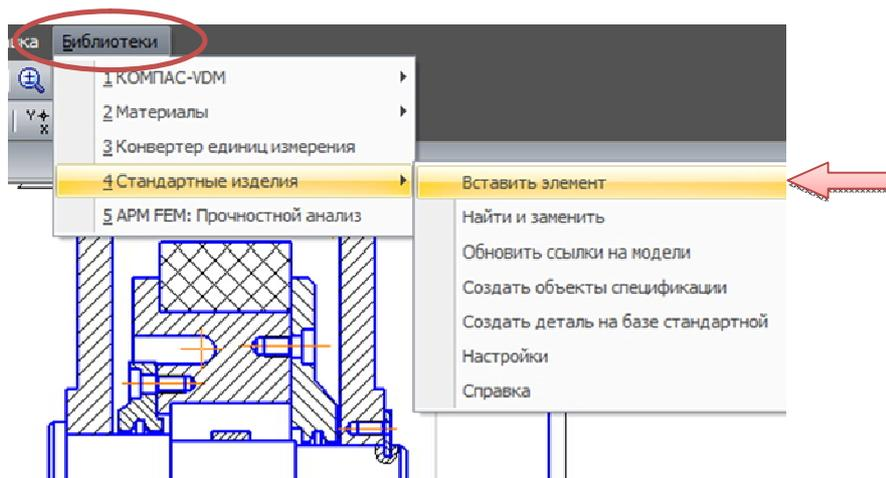
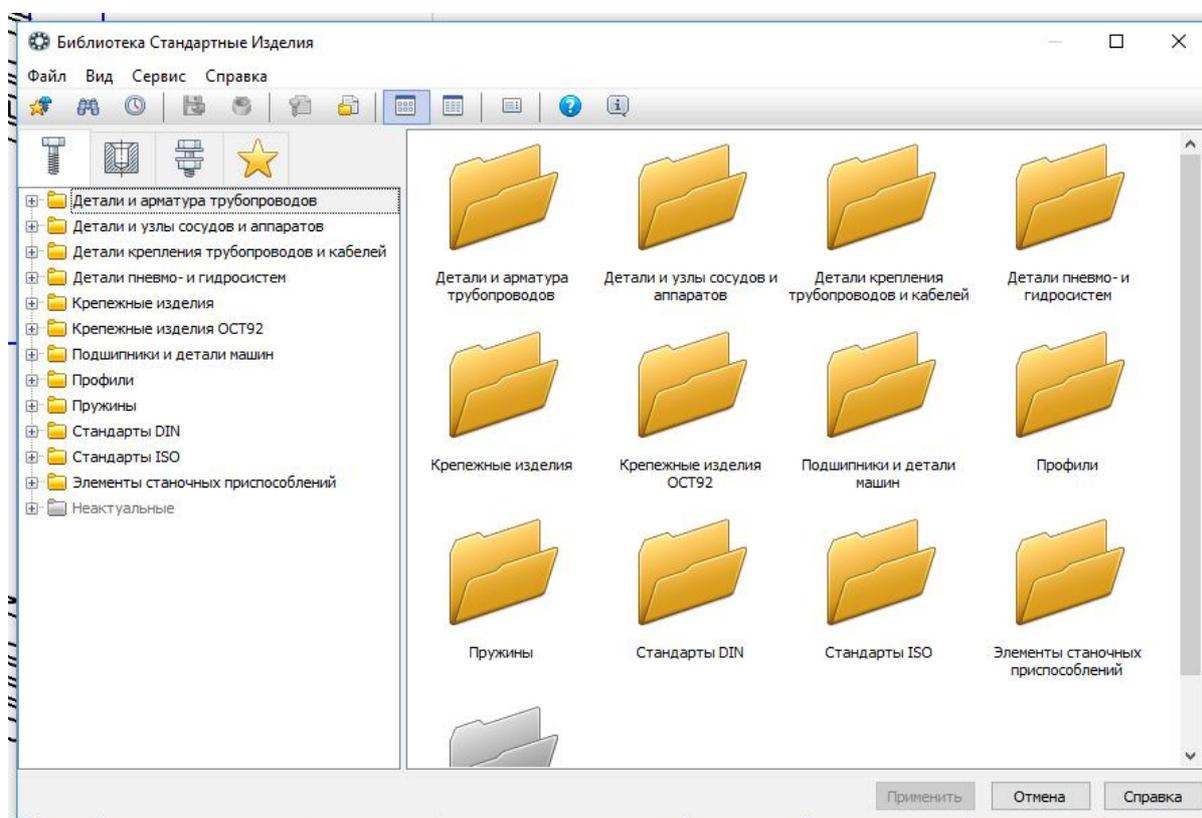

Рис. 4.30. Запуск библиотеки стандартных изделий
Рис. 4.31. Окно библиотеки стандартных изделий
Стандартные изделия, в том числе крепежные элементы, находятся в меню «Библиотека» → «Стандартные изделия» (рис. 4.30). При запуске Библиотеки стандартных изделий на экране откроется окно, показанное на рис. 4.31.
**Добавление стопорных шайб и винтов крепления планки к кронштейну.** Деталь «Планка» необходимо прикрепить к «Кронштейну» двумя винтами М4 х 0,7 х 8 ГОСТ 17473 – 80 и шайбами 2,4 ГОСТ 10462 – 81. Стандартные изделия, в том числе крепежные элементы, находятся в разделе «Библиотека» → «Стандартные изделия» (см. рис. 4.30, 4.31).